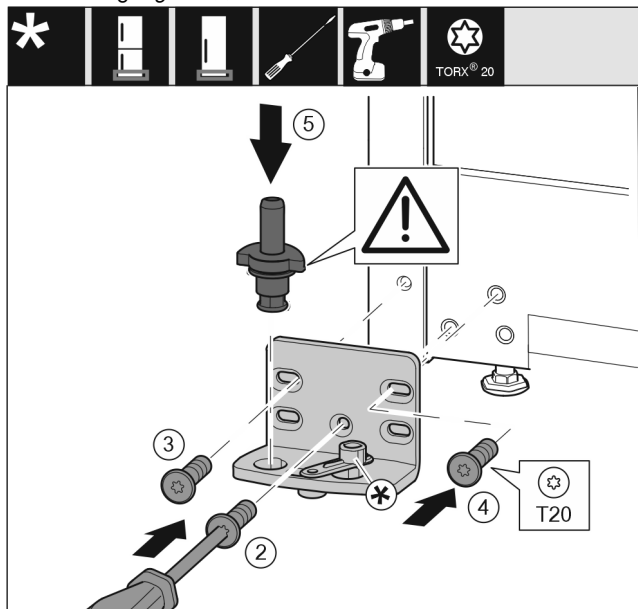

Fig. 48 *
- Lagerbock auf der anderen Seite ansetzen und mit Hilfe eines Schraubendrehers anschrauben. Mit der Schraube Fig. 48 (2) unten in der Mitte beginnen.*
- Schraube Fig. 48 (3) und Schraube Fig. 48 (4) festschrauben.*
- Lagerbolzen Fig. 48 (5) komplett einsetzen. Dabei darauf achten, dass der Rastnocken nach hinten zeigt.*